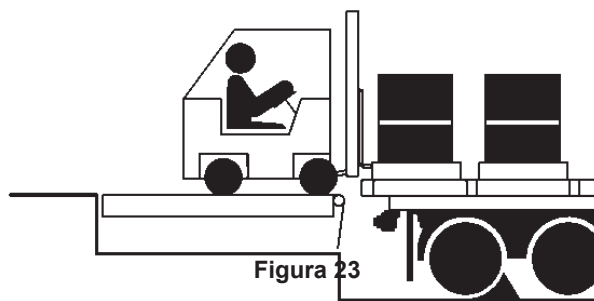

Figura 23
6. Continúe con la carga o descarga (consulte la Figura 23).